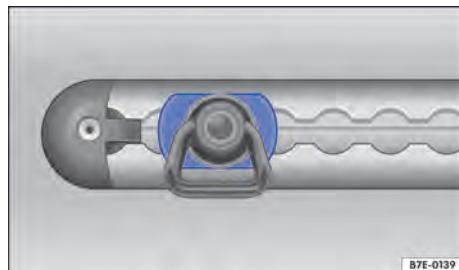

Fig. 91 Representação esquemática: trilho para amarração com olhais de amarração.
- Atentar para que o olhal de amarração esteja travado com firmeza. As laterais do olhal de amarração devem estar em uma posição horizontal → Fig. 91.